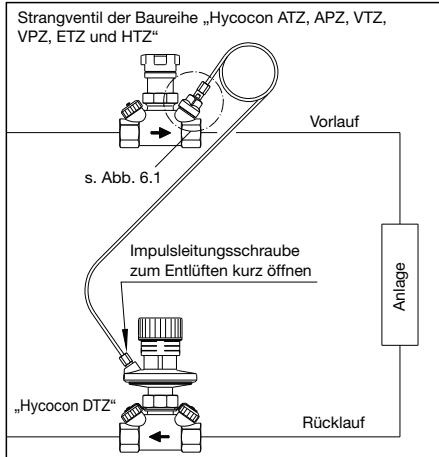

Abb. 6.2: „Hycoco DTZ“, Einbau im Rücklauf
4. Anschluss der Impulsleitung an das Ventil im Vorlauf. (Dies kann von der Baureihe „Hycoco ATZ, APZ, VTZ, VPZ, ETZ oder HTZ“ sein. (vgl. Abb. 6.2) Alternativ kann auch ein „Hydrocontrol VTR, VPR, ATR oder APR“ mit den Adaptern 1062090 und 1060191 eingesetzt werden.)
6. Entlüften der Impulsleitungen. Die Entlüftung der Impulsleitungen erfolgt durch leichtes Öffnen der Impulsleitungsschrauben (Abb. 6.2). Nach Wasseraustritt sind die Schrauben wieder dicht zu schließen.
Um die Funktion des Reglers im Vorlauf zu ermöglichen, müssen die Impulsleitungen getauscht werden. (vgl. Abb. 6.2)